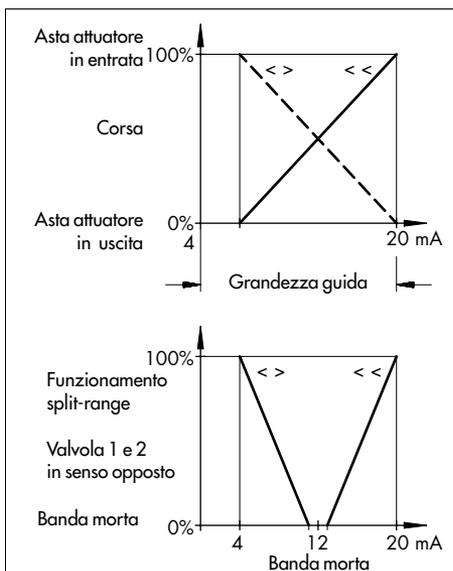

Fig. 7 · Caratteristiche
4.2.1 Posizionatore (Fig. 7)
Per evitare l'intersezione delle valvole in caso di taratura, deve essere considerata una banda morta come da Fig. 7 per esempio di $\pm 0,5$ mA. La valvola 1 dovrebbe essere tarata quindi a 12,5 ... 20 mA e la valvola 2 a 4 ... 11,5 mA, i corrispondenti valori valgono per i segnali d'ingresso in V.